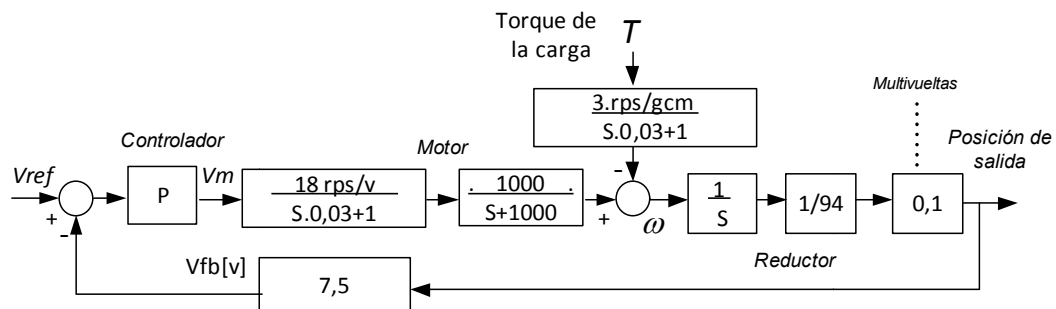

Figura 1: Diagrama de bloques del sistema de control de posición
**A.1.** En la figura 1 se muestra un sistema de control de posición, con la diferencia de que ya no usa el simple "controlador proporcional" (en el bloque  $P$ ) sino que incorpora un "compensador serie" y se ha incluido un polo rápido en el modelado del motor de CC.